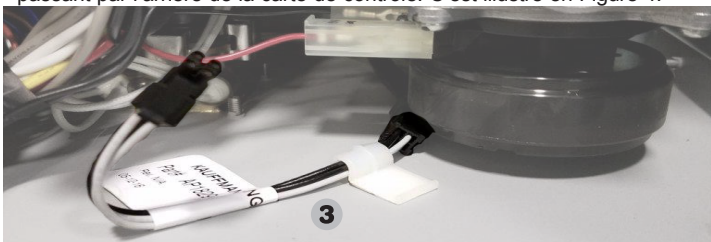

Figure 4.
- Emplacement suggéré pour le détecteur: Faites passer le cordon du détecteur d'eau depuis le côté droit du chauffe-eau vers son arrière en passant par l'arrière de la carte de contrôle. C'est illustré en Figure 4.